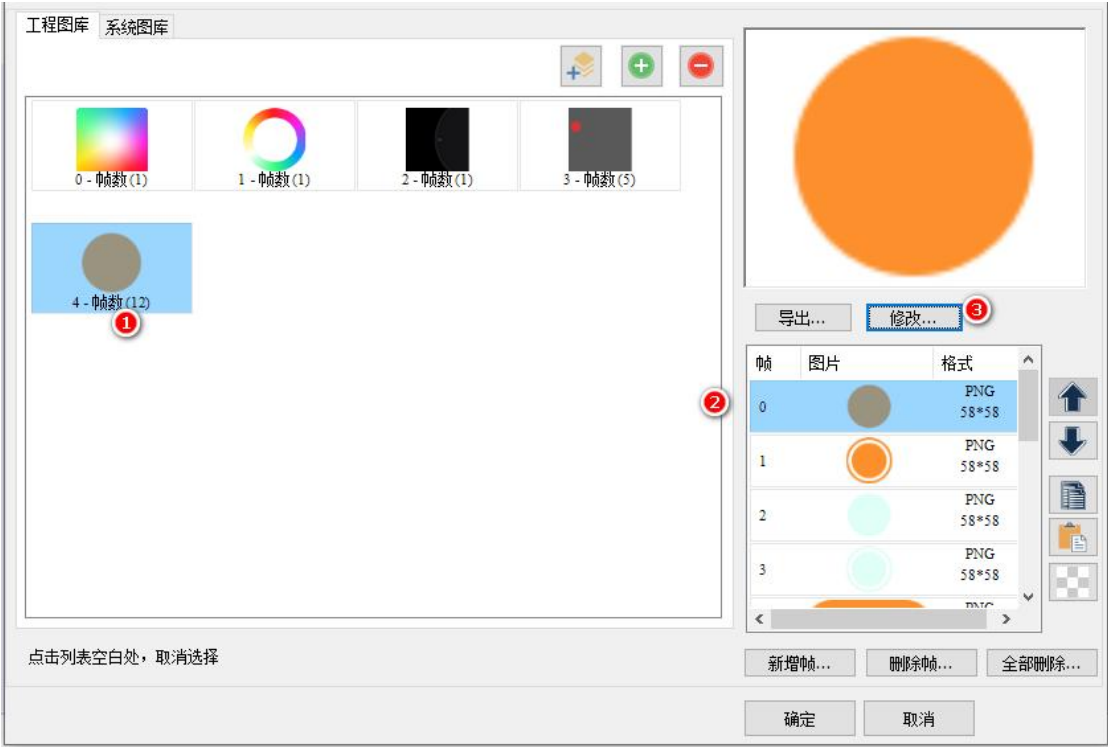

图 7-7 修改图库
同时还支持对已有的图标继续替换图片，如下图 7-7 所示。
2. 替换 UI: 如下图 7-7 所指示;